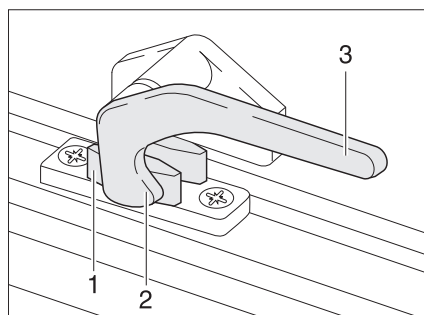

Fig. 36 Levier de verrouillage en position "Fermé"
- Tourner le levier de verrouillage (Fig. 36,3) d'un quart de tour vers le centre de la fenêtre.
- Tourner le levier de verrouillage (Fig. 36,3) d'un quart de tour vers le cadre de la fenêtre. Le tenon de verrouillage (Fig. 36,2) se trouve sur le côté intérieur du verrouillage de fenêtre (Fig. 36,1).
- En position "Fermé" (Fig. 36).